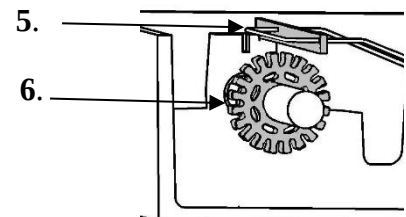

Fig. 3
Let op! (Zie fig. 3). De messing strip (5) is vanaf de fabriek in ontkoppelde positie geplaatst. De Wandelmoeren (6) worden niet bediend.
Attention! (See fig. 3) The guide lever (5) is standard in an open position. The cam wheels (6) are disconnected.
Achtung! (Siehe Bild 3) Die Führungsleiste (5) ist ab Werk geöffnet. Die Schalträder (6) sind entkoppelt.
Attention! (fig. 3) A départ d'usine, la plaque (5) est ouverte. Les roues (6) ne sont pas enclenchées.